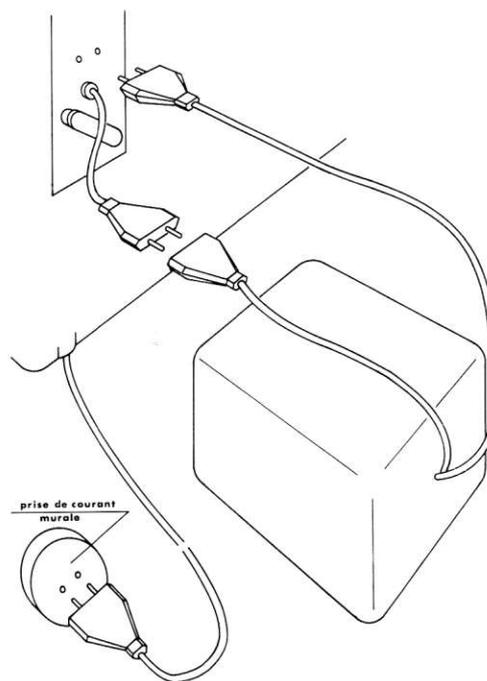

Fig. 11
**Pour l'alimentation à partir du réseau 110 volts, il est nécessaire d'ajouter un autotransformateur 110/220 qui se branche suivant la figure 11.**